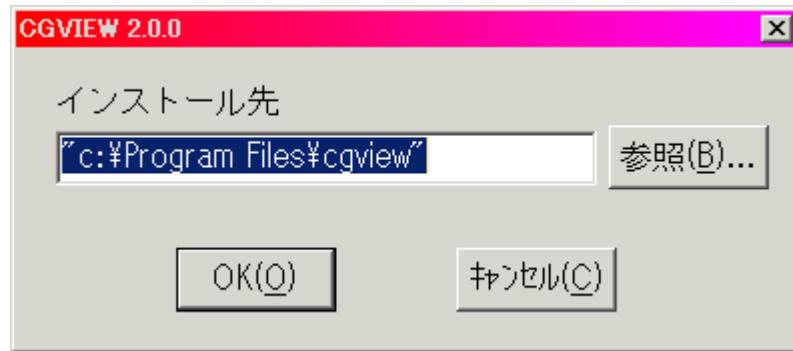

図 4.1 解凍画面
- 2) 図 4.1 のような自己解凍ソフトが起動するので解凍先を指定し実行します。デフォルトでは `c:\Program Files\cgview` に解凍されます。